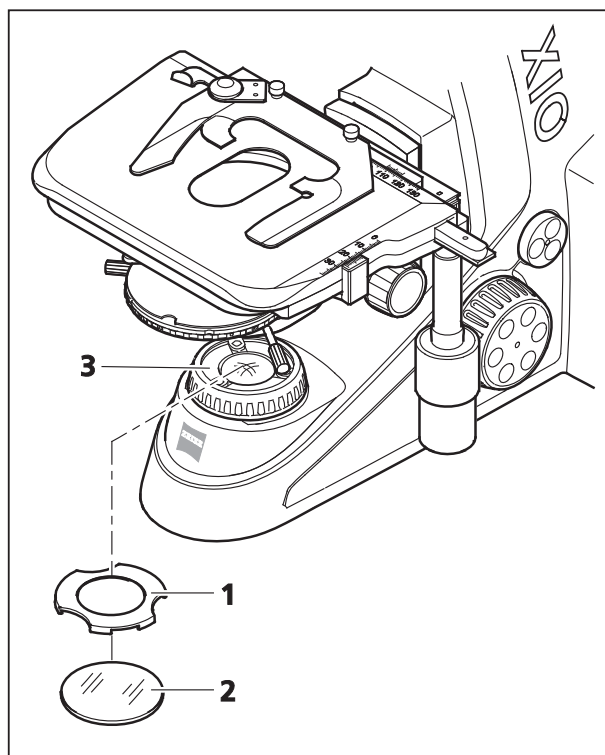

Fig. 2-18 Logement pour filtre d=32x4 mm sur bague de réglage du diaphragme de champ
- Le filtre (Fig. 2-18/2) est à déposer sur la bague de réglage du diaphragme de champ (Fig. 2-18/3).
- Pour le sécuriser à cet endroit, recouvrez-le avec l'anneau (Fig. 2-18/1).